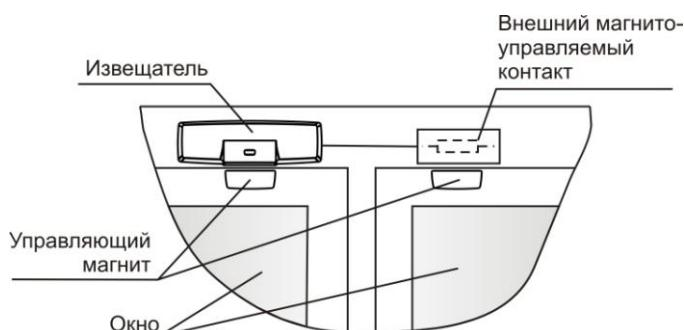

Рисунок 4
8.1.3 Вариант размещения извещателя на окне (рисунок 4).
• Для контроля **встроенного и внешних** магнитоуправляемых контактов (рисунок 4) установить перемычки на вилки Int и Ext.